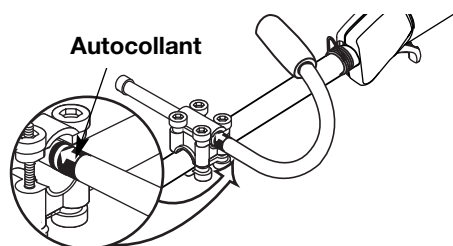

Fig. 3
2. Maintenez les trois pièces ensemble et introduisez les quatre (4) vis dans les brides supérieure et médiane.
5. Glissez la poignée en J en un mouvement de va-et-vient jusqu'à ce que la flèche/ligne blanche de l'autocollant touche la bride (Fig. 3).